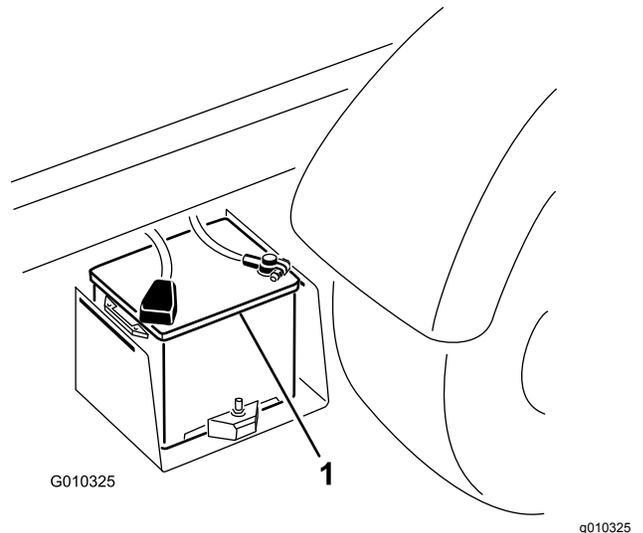

Figura 60
2. Ligue um cabo entre os pólos positivos das duas baterias (Figura 60).